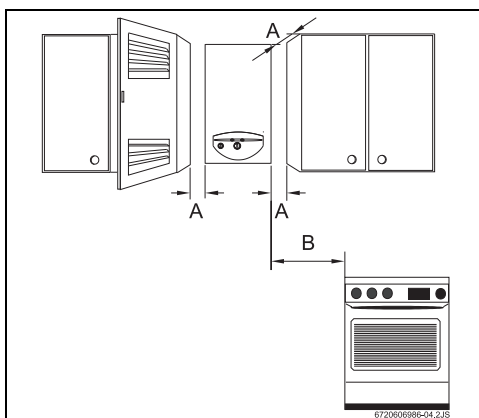

Fig. 9 Distancias mínimas
- Observe las medidas mínimas de instalación indicadas en la Fig. 9.
- Espacio suficiente para efectuar los trabajos de mantenimiento, respetando las distancias mínimas indicadas en la Fig. 9.